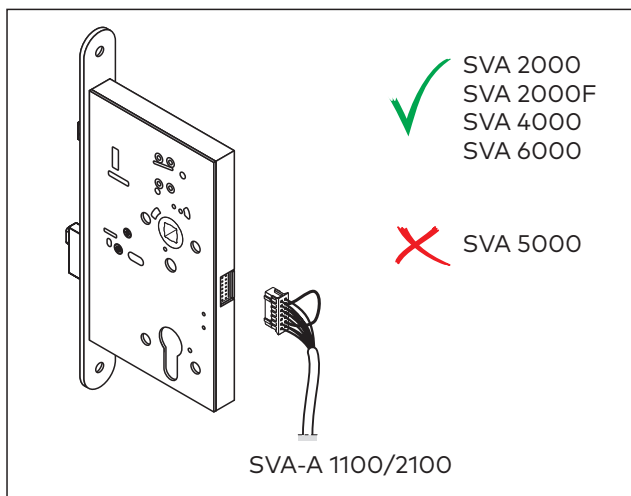

Fig. 21 Connect cable
2. Connect the cable (Fig. 21).